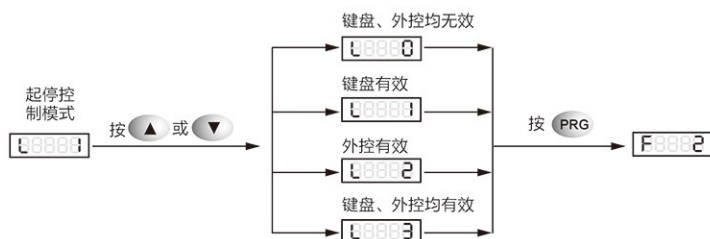

图8-7
- ◆ **起停控制方式设置：**控制方式(即采用键盘控制或外控方式)可根据图8-7控制方式进行选择。
- ◆ **起停控制方式设置：**控制方式(即采用键盘控制或外控方式)可根据图8-7控制方式设置进行选择。